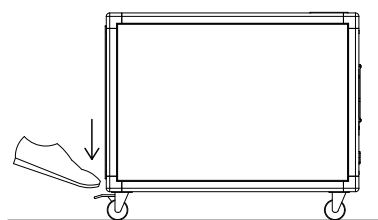

Fig. 1
- Deux des roues ont un frein de sécurité. Une fois que l'unité est en place, activer le frein des roues. Pour ce faire, appliquez une pression avec votre pied sur le frein de sécurité (Fig 1).
- À l'aide de la clé fournie avec l'appareil, desserrez et retirez les vis qui maintiennent le panneau d'accès au filtre (Fig. 1).